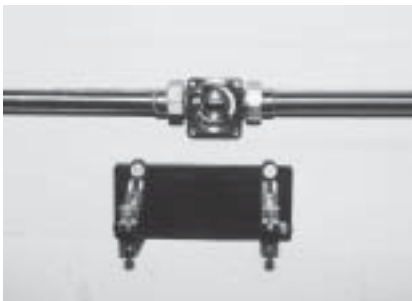

Abb. 5
- Wandhalterung befestigen (Abb. 5).